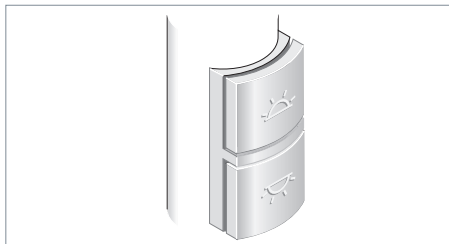

Fig. 17: élément de commande pour un luminaire utilisable séparément (option).
- élément de commande pour un luminaire utilisable séparément (option), voir Fig. 17
- Appuyez sur la touche supérieure, voir Fig. 17.
- Appuyez sur la touche inférieure, voir Fig. 17.
- Appuyez sur la touche supérieure et tenez-la appuyée, voir Fig. 17.
- Appuyez sur la touche inférieure et tenez-la appuyée, voir Fig. 17.